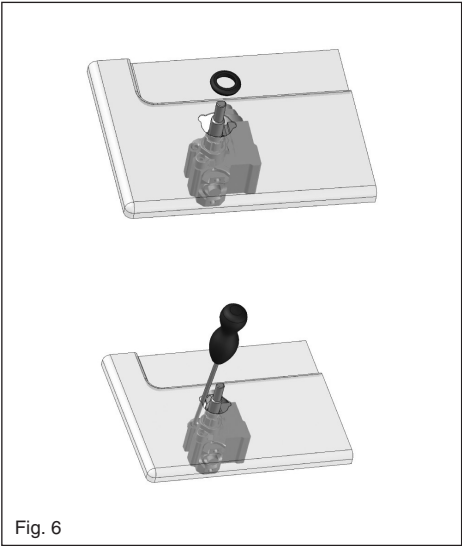

Fig. 6
- para a regulação do mínimo agir com uma oportuna chave de parafuso sobre o parafuso colocado na torneira (Fig. 6) depois de o ter rodado à posição mínimo. Para GPL (butano/ propano) ataraxar a fundo.